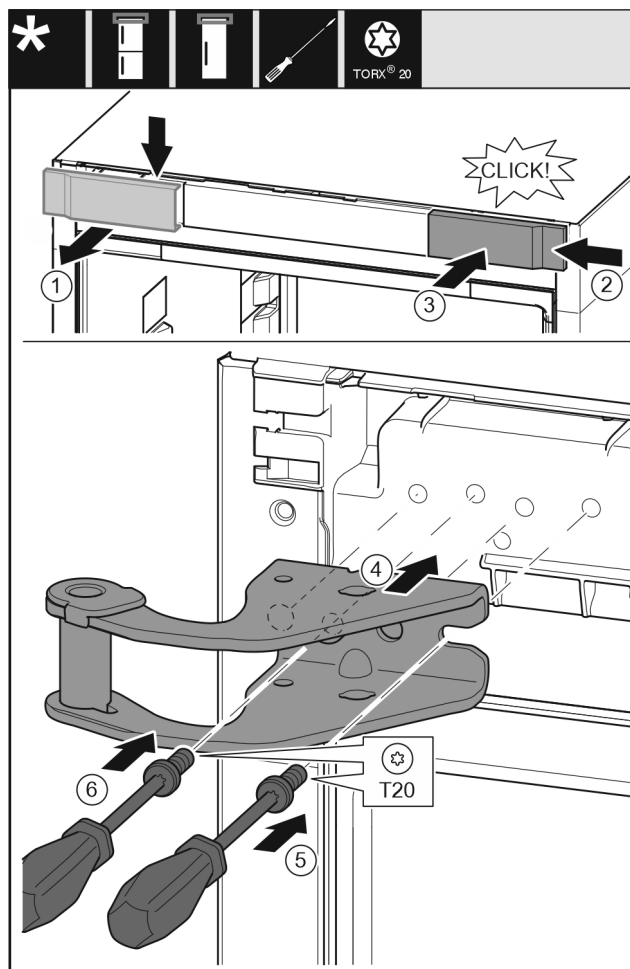

Fig. 14
- ▶ Skinite pokrov odozgo prema naprijed. Fig. 14 (1)
- ▶ Objesite pokrov okrenut za 180° na drugoj strani s desne strane. Fig. 14 (2)
- ▶ Pustite da pokrov uskoči. Fig. 14 (3)
- ▶ Postavite gornji podložak ležaja. Fig. 14 (4)
- ▶ Odvijačem T20 umetnite i pritegnite vijak. Fig. 14 (5)
- ▶ Odvijačem T20 umetnite i pritegnite vijak. Fig. 14 (6)